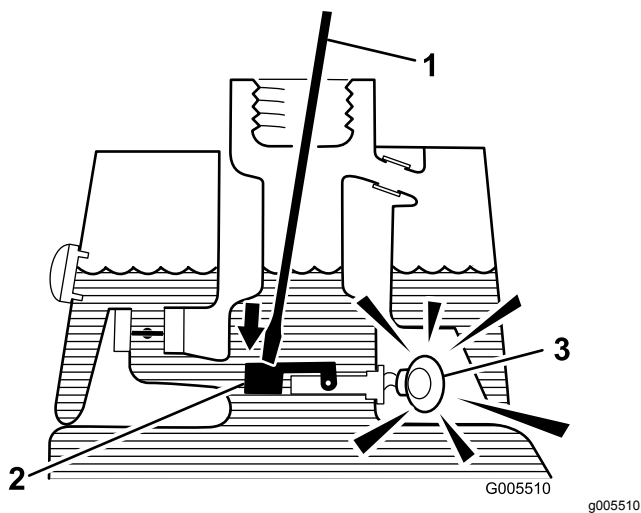

Figure 53
- Introduisez une tige ou un tournevis propre dans le goulot du réservoir et enfoncez doucement le flotteur du contacteur de niveau (Figure 53) ; l'alarme devrait se déclencher au bout d'une seconde.